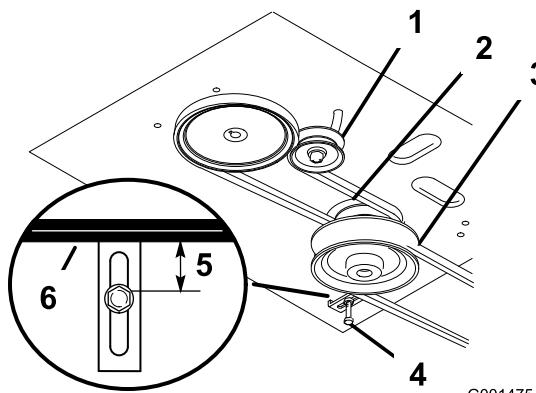

Figura 47
- 8. Compruebe que la guía de la correa, situada debajo del bastidor del motor, está ajustada correctamente (Figura 47).
Nota: La distancia entre la guía de la correa y la correa del cortacésped debe ser de 19 mm (3/4 pulgada) cuando la correa del cortacésped está engranada (Figura 47). Ajuste la correa del cortacésped si es necesario. La correa no debe rozar ni salirse de la polea si las guías y la tensión de la correa están correctamente ajustadas.